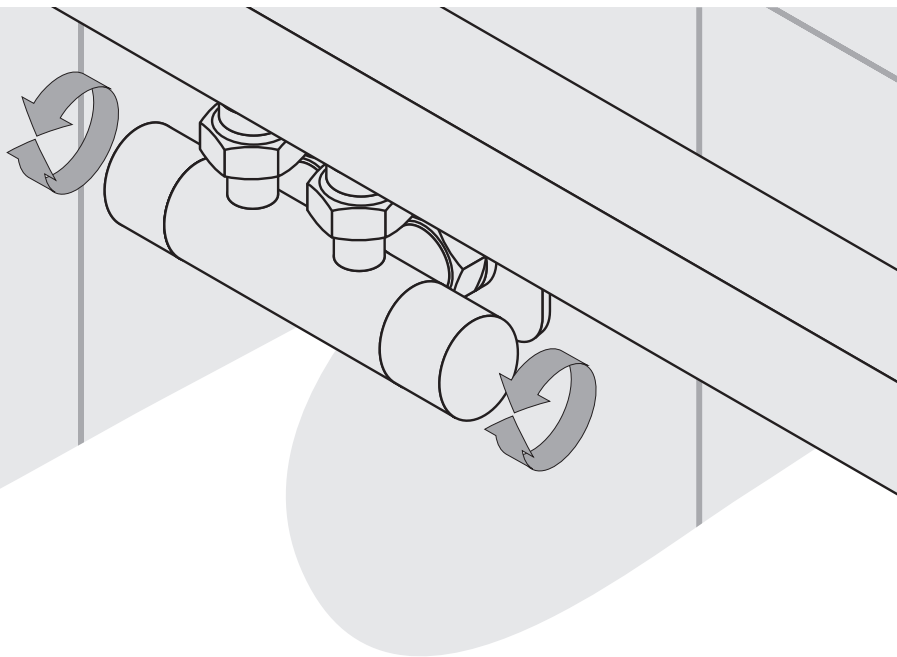

Рис.10
5.1.12. С помощью вентиля можно регулировать нагрев полотенцесушителя, а также полностью перекрывать подачу теплоносителя (рис. 10).